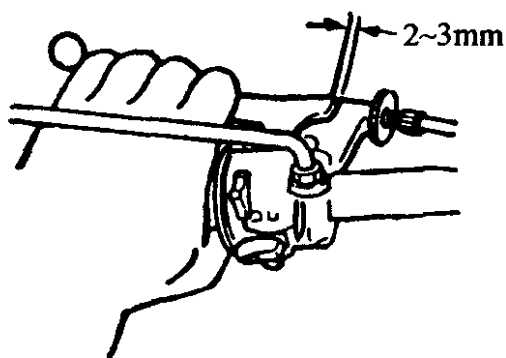

图 1-2 检查离合器握把自由行程
(5) 检查离合器握把自由行程量。如图 1-2 所示,离合器握把自由行程量一般为 2~3mm。检查时,可启动发动机,支起中间支架使后轮悬空,然后挂档使后轮旋转。若握紧离合器握把后,后轮逐渐停了下来,或将尚在旋转的后轮制动后,抬起制动踏板后轮不再旋转,即说明离合器握把自由行程最合适。